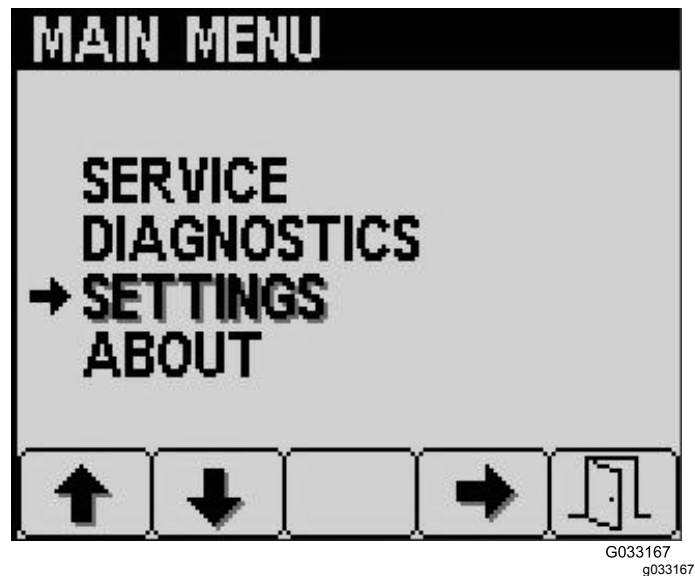

Figura 19
A partir do ecrã do menu principal, pode aceder ao ecrã de manutenção, ao ecrã de diagnóstico, ao ecrã de definições ou ao ecrã sobre (Figura 19).
1. A partir do ecrã inicial, prima sem soltar o botão 5 até surgir o Menu Principal (Figura 19).
2. Prima o botão 2 até chegar à opção de definições no ecrã Menu Principal e prima o botão 4 para selecionar definições (Figura 19).
2. Prima o botão 2 até chegar à opção de definições no ecrã Menu Principal e prima o botão 4 para seleccionar definições (Figura 19).